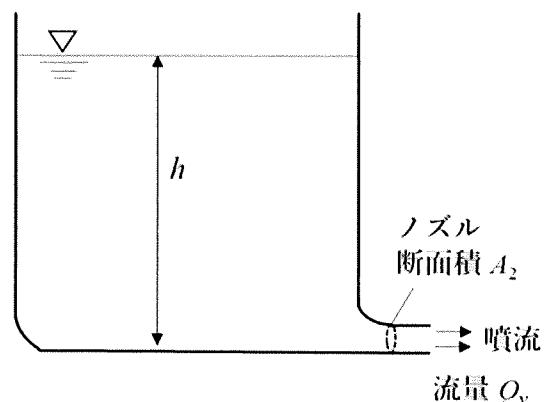

図 I-2 ノズル付き容器
- (2) 図 I-2 に示すように、大気に開放している容器の下側面に断面積  $A_2$  [m2] の小さなノズルが設けられている。ノズルから液体が大気中に噴出している。噴流の体積流量は  $Q_v$  [m3/s] である。以下の問①～④に答えよ。